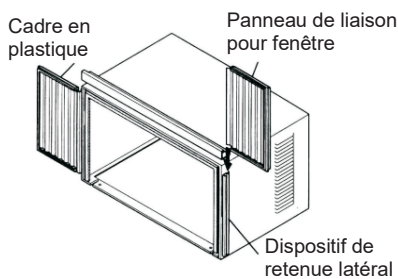
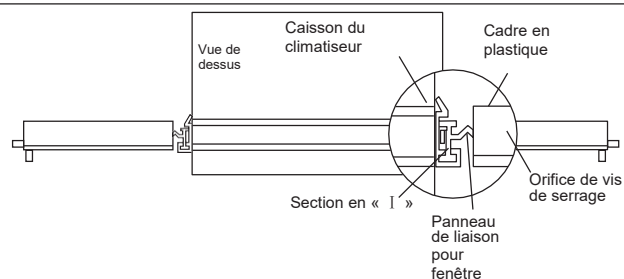

Fig. 9
Fig. 10
2. Faites glisser la section en « I » du panneau de liaison pour fenêtre dans le dispositif de retenue sur le côté du caisson (Fig. 9 et Fig. 10).